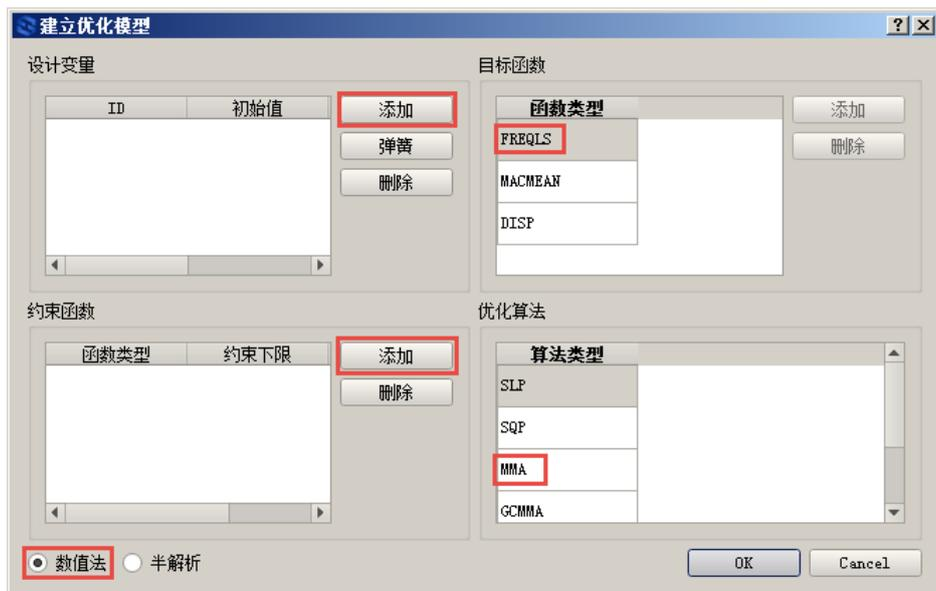

图 3.16 建立优化模型
(7) 模型修正。
① 建立优化模型。右键点击“5 修正”，选择“配置优化模型”，弹出窗口如图 3.16 所示。在建立优化模型的对话框上，要选择设计变量、目标函数、约束函数和优化算法。